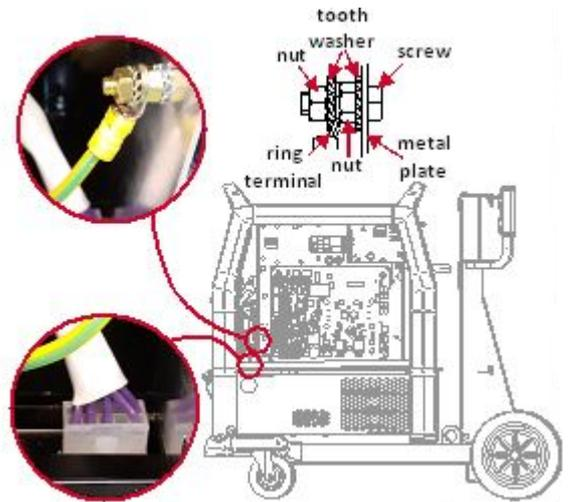

Figure 4
- Connecter la fiche à 10 broches à la prise et visser le fil protecteur vert-jaune au boulon de mise à la terre - dévisser l'écrou M6, retirer la rondelle frein, installer le câble, placer la rondelle frein et visser sur l'écrou M6. (Figure 4).